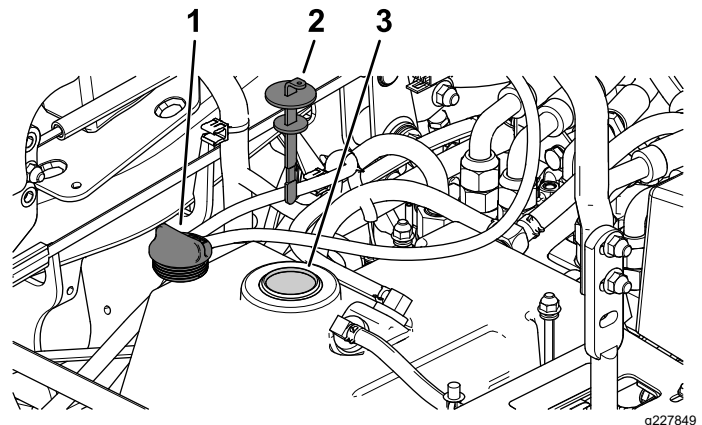

Figura 68
5. Retire el tapón del depósito hidráulico (Figura 68).
6. Retire la varilla y límpiela con un paño limpio (Figura 68).